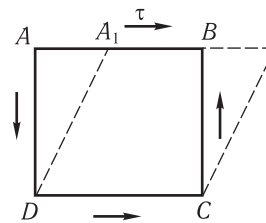

Рис. 4.1
**4.1.** Квадратний елемент  $ABCD$  із дуралюмінію ( $E = 0,7 \cdot 10^5$  МПа,  $\mu = 0,25$ ) перебуває в умовах чистого зсуву дотичними напруженнями  $\tau = 56$  МПа (рис. 4.1). Знайти кут зсуву  $\gamma$  та відносне подовження діагоналі  $BD$ .